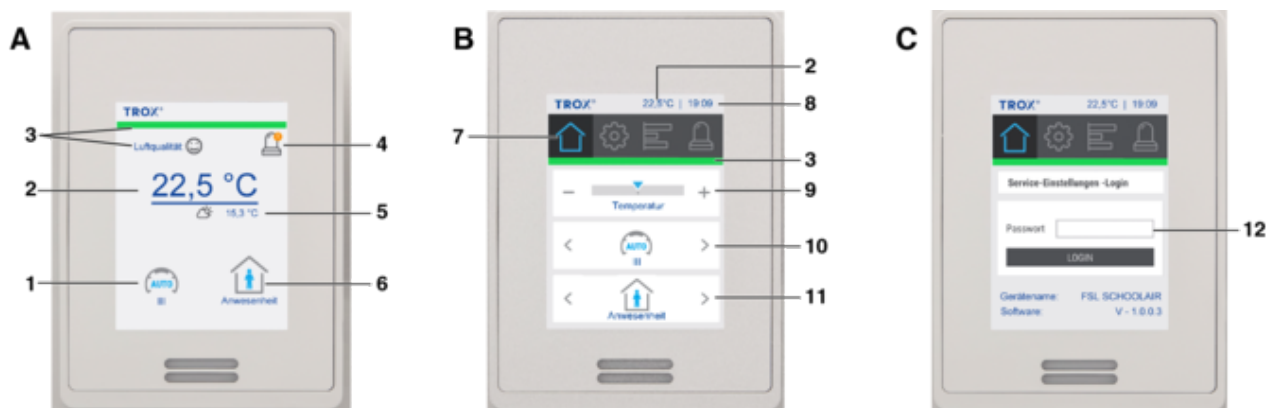

Abb. 78: Digitales Raumbediengerät
<p>Einstellungen</p> <p>Anzeige Geräte-Name (konfigurierbar über Einstellungen) und aktuelle Softwareversion. Passwortgeschützter Bereich zum Zurücksetzen der Filterwechselanzeige und Aktivierung der Ferienschtaltung (Betriebsmodus = Aus).</p> <p>Der Zugriff auf die Einstellungen kann mit einem Passwort (optional) gesperrt sein, (Abb. 78/C).</p> <p>Zur Passwordeingabe das Feld „Passwort“(12) anwählen. Mit der eingeblendeten Ziffern-Tastatur das festgelegte Passwort eingeben und mit [Enter] (links unten) bestätigen. Danach [Login] anwählen.</p>